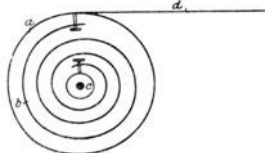

Abb. 9. Spiralfeder des Hauptfedergehäuses. a) Gehäuse, b) Spirale, c) feste Achse, d) Zugband.
i) Die Wagenbewegung. Drücke eine Taste nieder und laß sie wieder los! Was bemerkst du? Der Wagen gleitet einige mm nach links. Die Antriebskraft, die diese Linksbewegung veranlaßt, geht von der rechtsläufigen Spiralfeder des Hauptfedergehäuses (Abb. 9) aus, das meist links im hinteren Teile des Wagens gelagert ist. Ähnliches finden wir